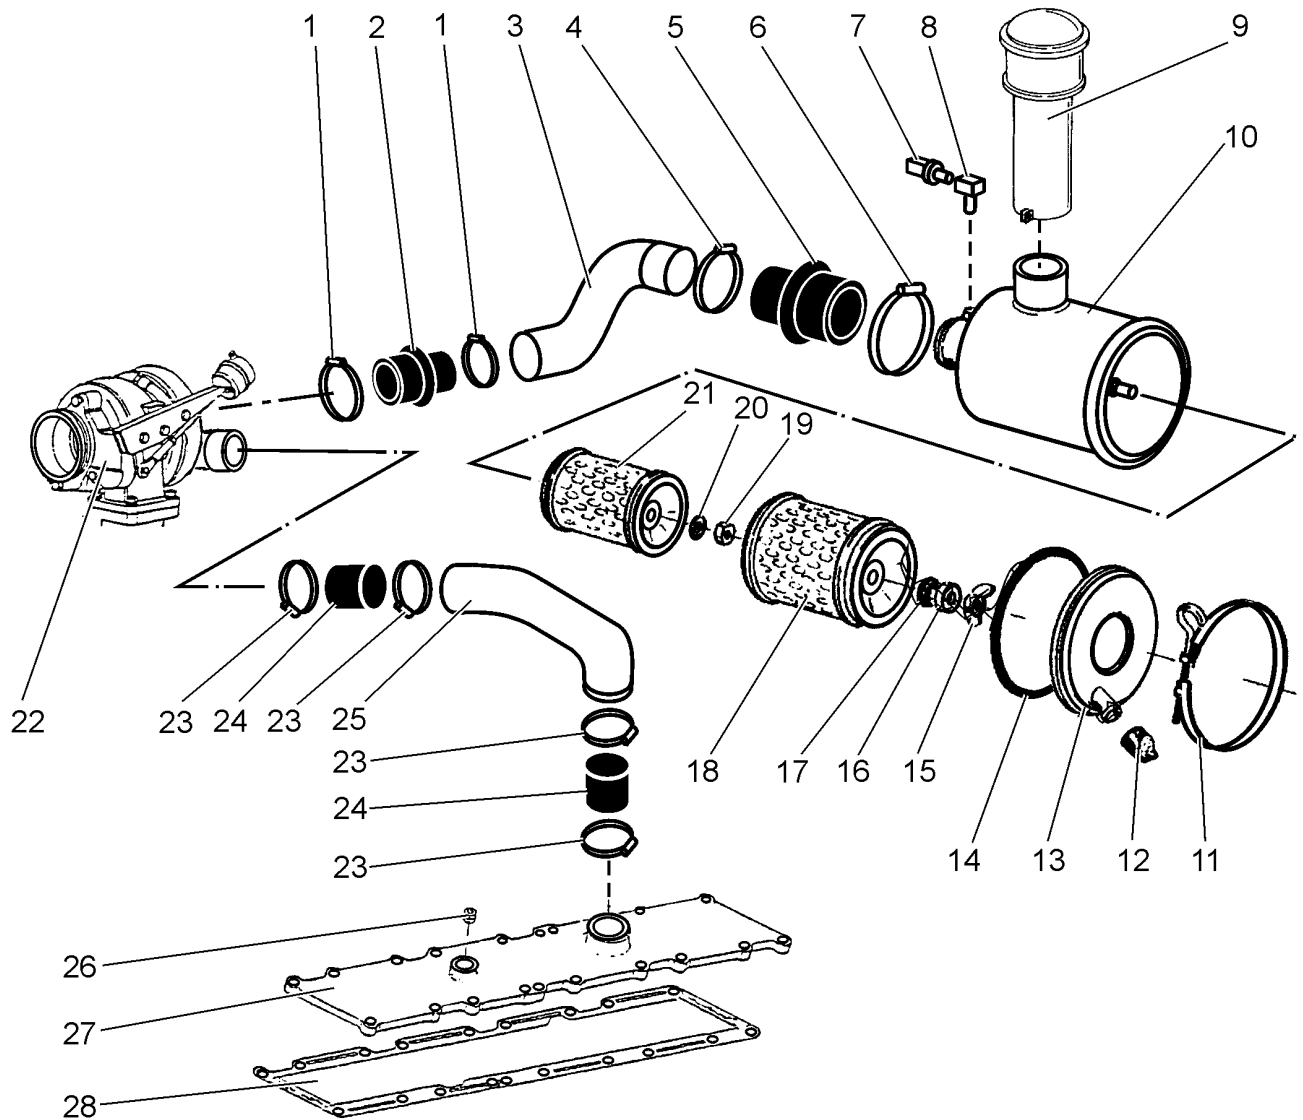

Рис. 12.1. Система впуска воздуха в двигатель
3. ПРОВЕРКА СИСТЕМЫ ВПУСКА ВОЗДУХА В ДВИГАТЕЛЬ (Рис. 12.1.)